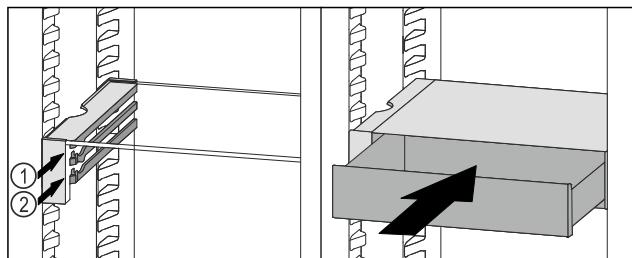

Fig. 121
- Встановити висувний ящик VarioSafe за стопорами на потрібне ребро Fig. 121 (1) або Fig. 121 (2).